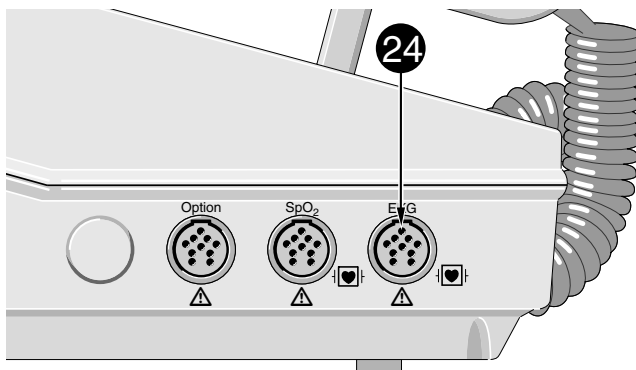

Bild 6-2. EKG-Signaleingang
- \* Verbinden Sie die Patientenleitung mit den Elektroden und schließen Sie die Leitung am **CardioServ** an (Eingang (24), Bild 6-2).